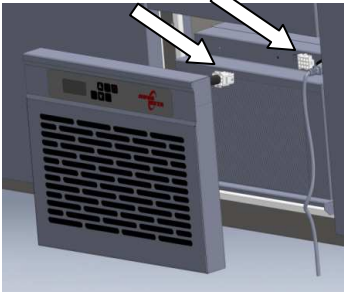

Fig. 3. Støpsel/Stikkontakt
5. Koble ut kontakten fra regulator av kjøle-/ frysebenken, som er på døren av kammeret (Fig. 3);